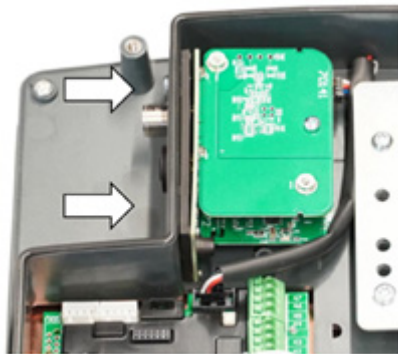

Abb. 4: Feldbusmodul montieren
7. Anschlussleitung im Inneren des Gehäuses verlegen (⇒ Abb. 4) .